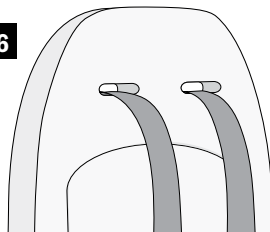

Fig. 7
- Guides de sangle à fentes (fig. 7)